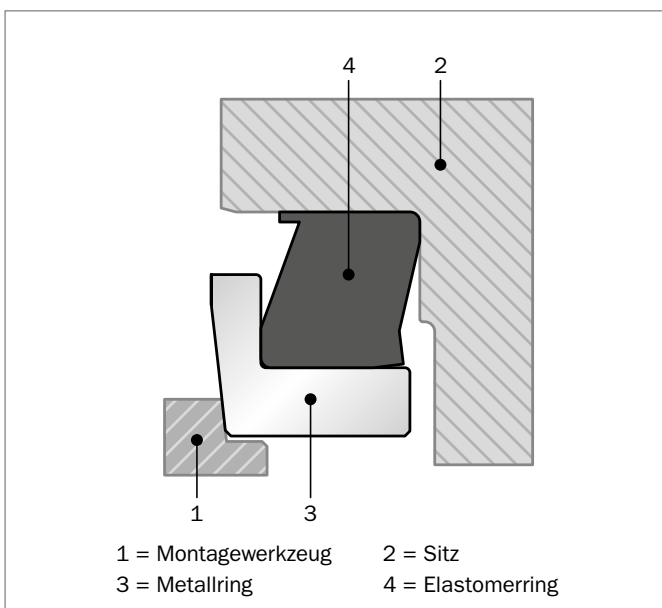

Abbildung 194: Montagewerkzeug für Typ DF
- Montieren Sie jede Dichtungshälfte im Gehäuse unter Verwendung eines Montagewerkzeugs (Abbildung 194). Belasten Sie das gesamte Werkzeug gleichmäßig, um die halbe Baugruppe in das Gehäuse zu pressen, bis der Elastomer-Ring den Grund des Gehäuses erreicht. Das Montagewerkzeug muss lediglich den Innenteil des Metallrings in der Nähe des Innendurchmessers mit Abstand von der geläppten Fläche berühren. Falls Unklarheiten bestehen oder Sie Fragen haben, wenden Sie sich bitte an Ihr lokales Customer Solution Center von Trelleborg Sealing Solutions.
- Stellen Sie das Spaltmaß (S) bei langsamer Montagegeschwindigkeit ein (z. B. 2 mm/s).